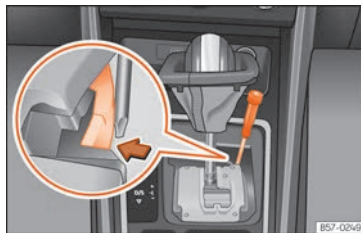

Fig. 217 Palanca selectora: desbloqueo de emergencia en la posición de aparcamiento.
- Con ayuda de la parte plana de un destornillador, presione lateralmente la pestaña amarilla y manténgala presionada » **fig. 217**.